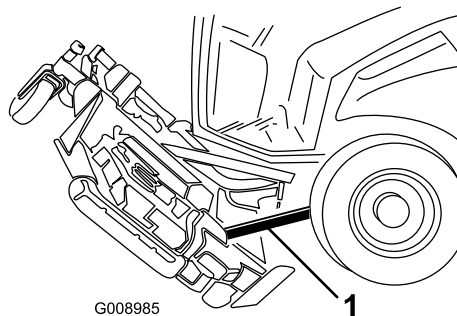

図 93
5. デッキの後部と機体の間に 5 x 10 cm 程度の角材を入れる（図 93）。